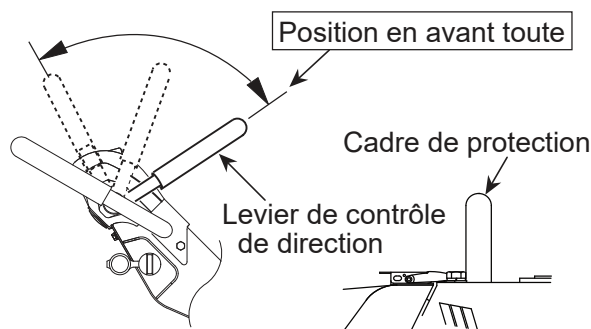

Figure 27. Levier de commande de direction (Position marche avant)
7. Avec le levier de commande de direction dans la position la plus en avant, fixez le cadre protecteur avec une corde pour l'immobiliser (Figure 27).